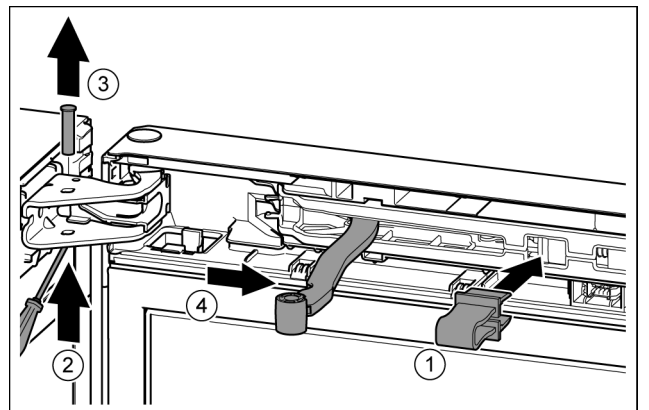

Fig. 8
- Sicherung in Öffnung einrasten. Fig. 8 (1)
- Bolzen mit Schraubendreher herausschieben. Fig. 8 (2)
- Bolzen nach oben herausnehmen. Fig. 8 (3)
- Gelenk in Richtung Tür drehen. Fig. 8 (4)